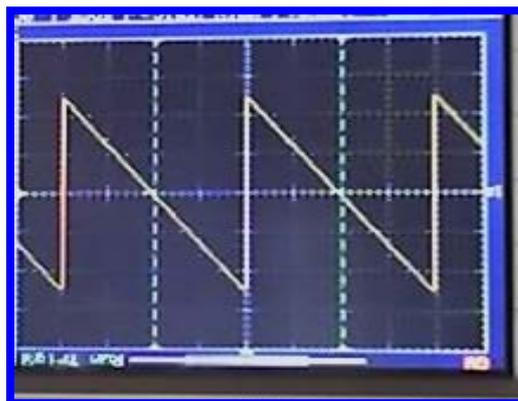

Figura 4.68 Señal Generada por el DAC.
10.- Señal generada por medio del Convertidor Digital-Analógico (DAC) observada por medio de un osciloscopio (Figura 4.68).